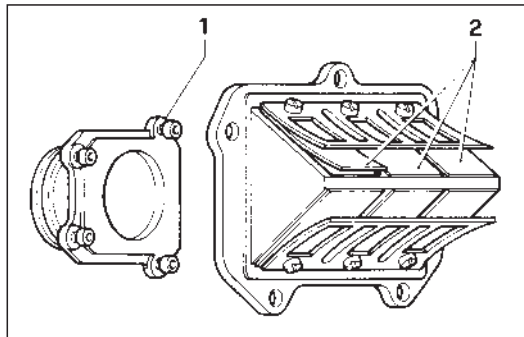

Fig. 21
CONTROLLO DEL PACCO LAMELLARE (Fig. 21)
Ogni 6000 km occorre rimuovere il pacco lamellare (Fig. 21) dopo avere tolto il carburatore ed il collettore di aspirazione (1). Verificare che le lamelle (2) siano perfettamente aderenti alla loro sede in gomma e che quest'ultima sia perfettamente piana senza traccia di rigonfiamenti.